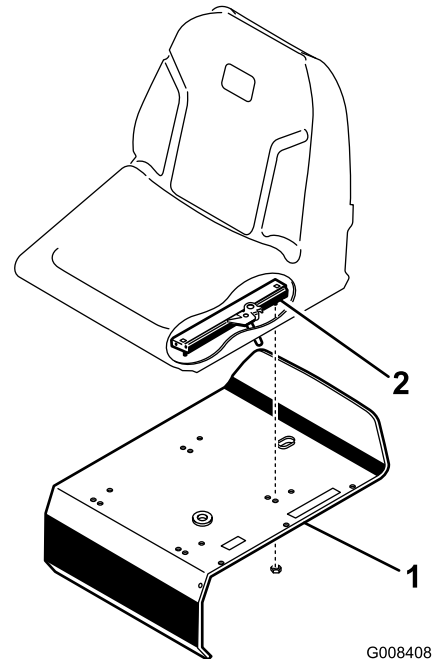

Figura 3
3. Fissate le guide del sedile al supporto del sedile con i dadi di bloccaggio (5/16 in.) (Figura 3) forniti come parti sciolte.